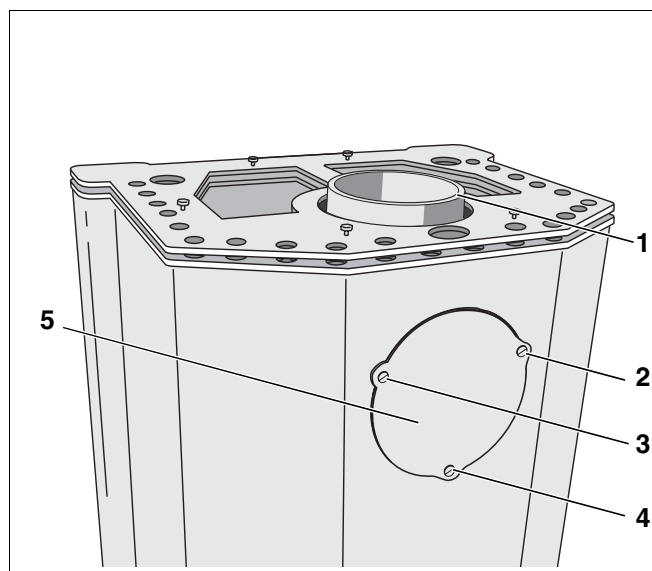

Abb. 6 Abgasanschlüsse (Darstellung blueline 4)
Werkseitig ist der Abgasstutzen am oberen Abgasanschluss des Kaminofens montiert (Abb. 6, **Pos. 1**).
- Schrauben (Abb. 6, **Pos. 2 – 4**) der äußeren Abdeckung des Abgasanschlusses auf der Rückseite lösen, ohne diese vollständig herauszudrehen.
- Äußere Abdeckung entfernen (Abb. 6, **Pos. 5**).